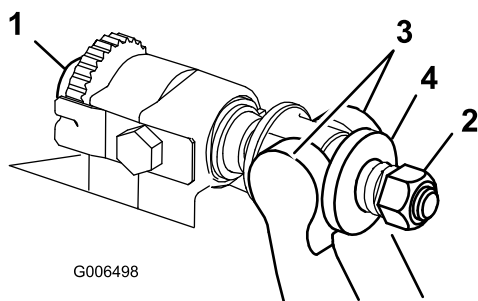

**Bild 26**
1. Drehen Sie die Einstellschrauben des Untermesserträgers nach links, damit sich der Abstand zwischen Untermesser und Spindel vergrößert (Bild 26).
2. Drehen Sie die Federspannungsmutter so weit hinaus, bis die Scheibe nicht mehr gegen den Untermesserträger angespannt ist (Bild 26).